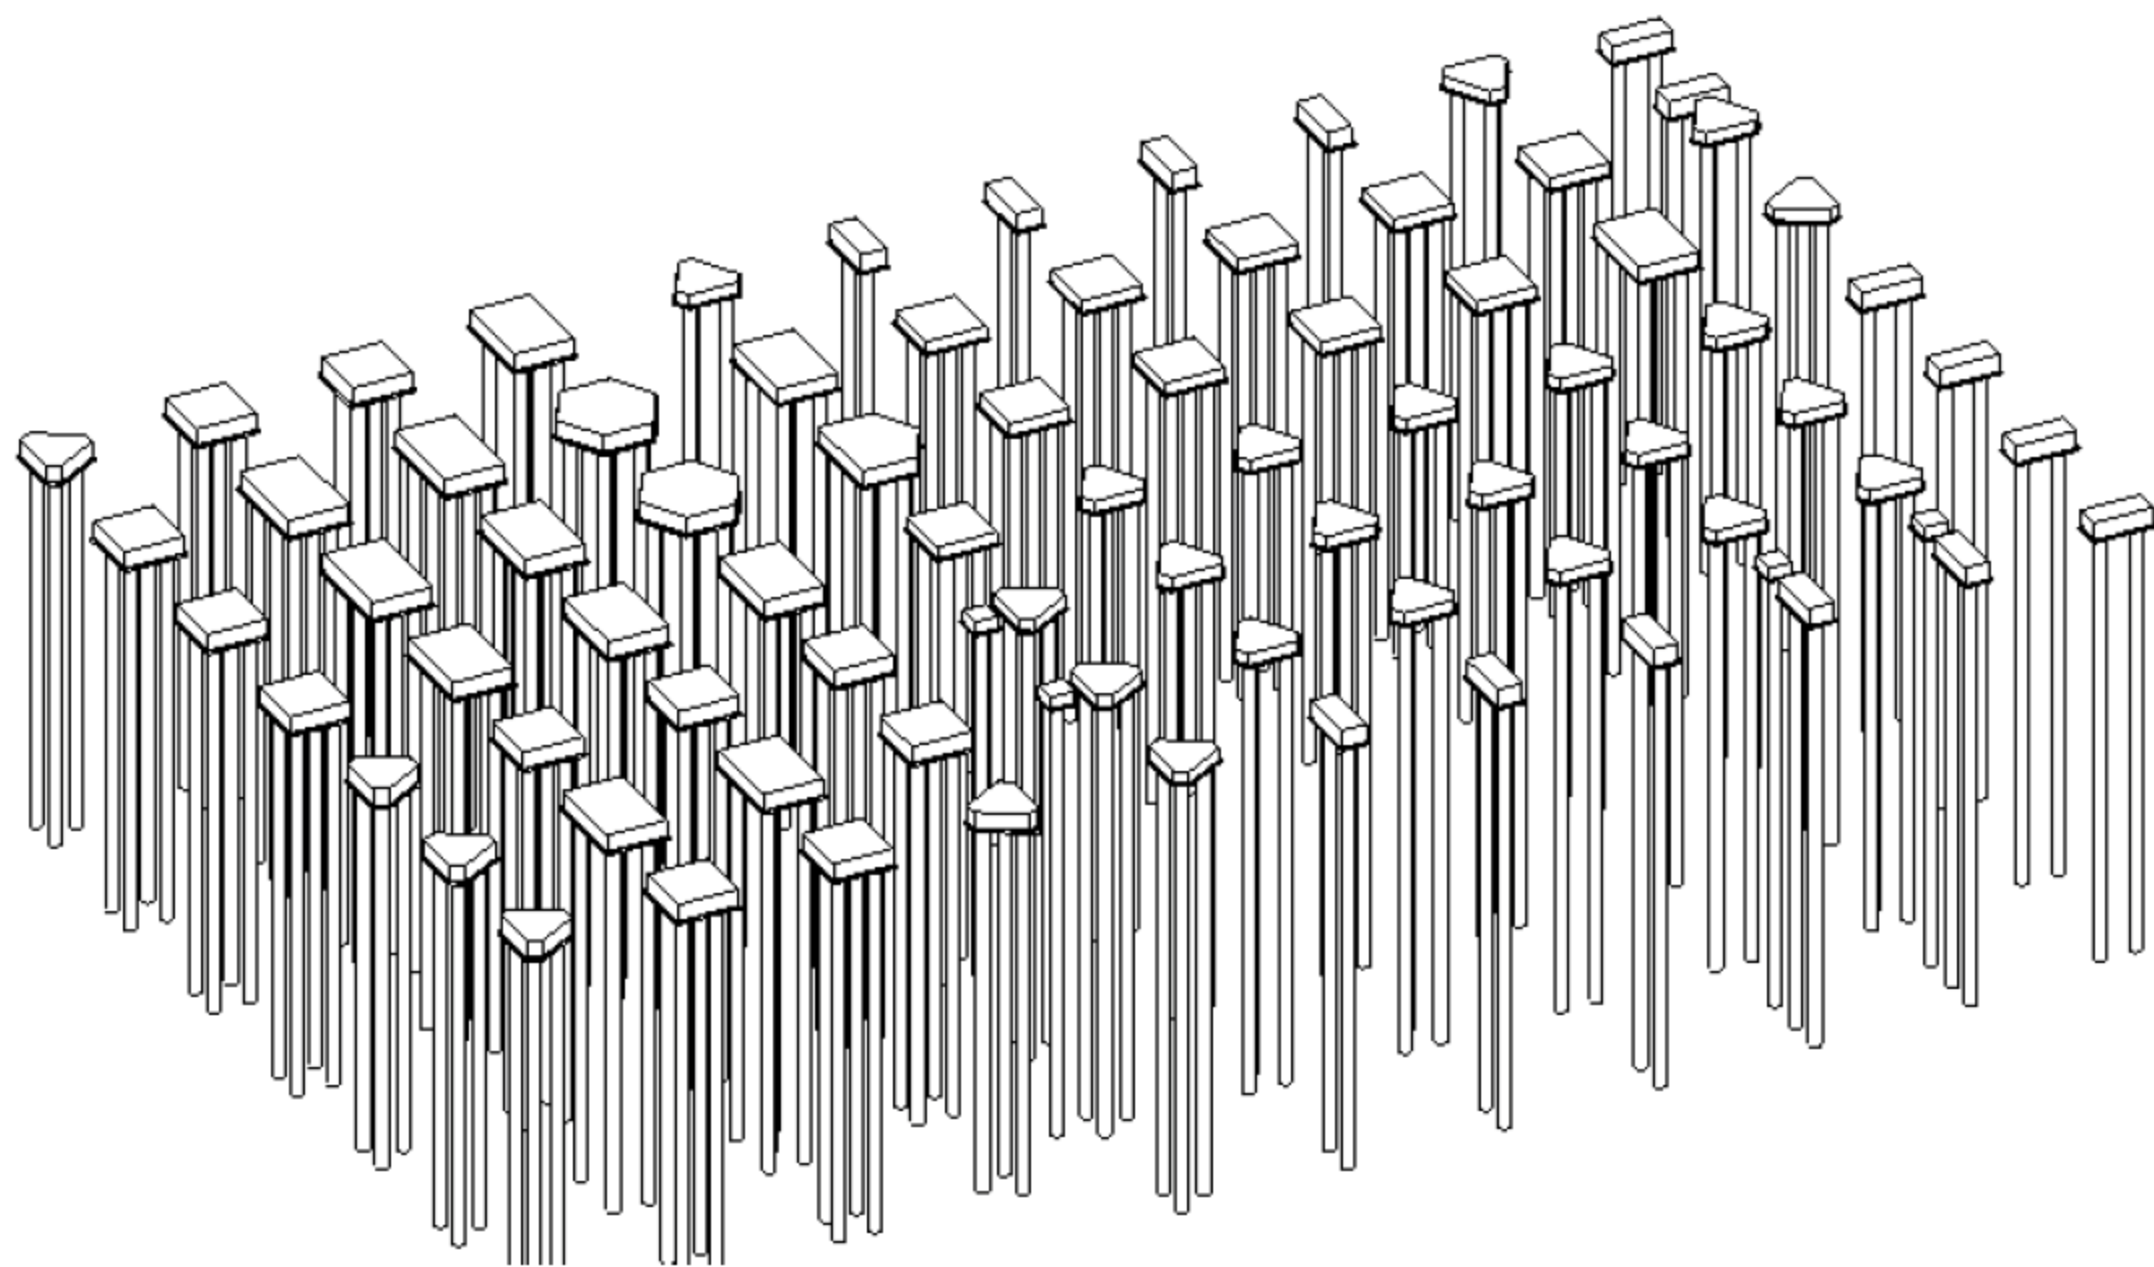

图 2.2.24 三维基础构件
(8) 完成步骤(4)和步骤(5), 将桩族精确地插入对应图形, 在三维视图中观察整个基础构件, 如图2.2.24所示。